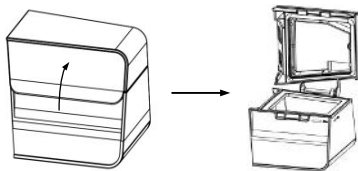

Fig. 18-1
(1) **Apertura de la cámara de agua:** Abra la tapa de la cámara de agua, como se ve en la Fig. 18-1.